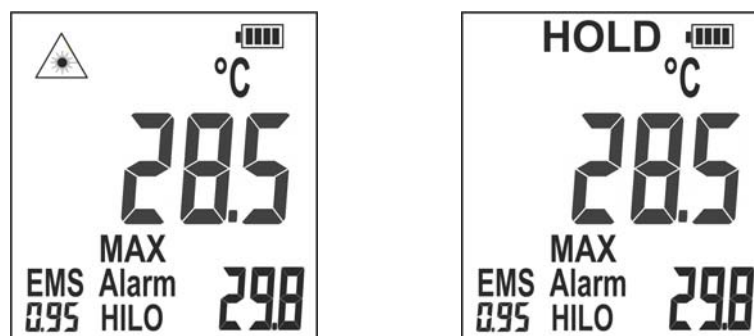

Fig. 18: Affichage des valeurs mesurées
7. Relâcher la gâchette pour arrêter la mesure et figer la dernière valeur. Le symbole "⚠" disparaît et le message "HOLD" s'affiche à l'écran (voir Fig. 18).